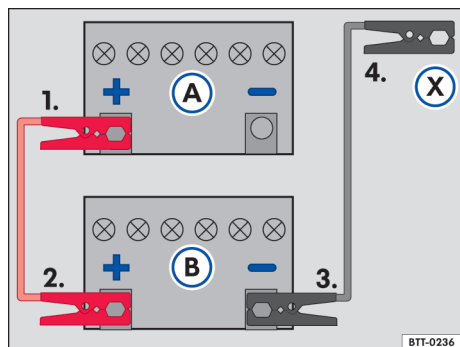

Fig. 177 Esquema para la conexión de los cables auxiliares de arranque: batería del vehículo descargada (A) y batería del vehículo que provee la corriente (B).
Leyenda para → fig. 177:
Conectar el cable de arranque auxiliar solo en la secuencia 1 – 2 – 3 – 4 → fig. 177.
- Conectar una extremidad del cable auxiliar de arranque rojo al polo positivo (+) del vehículo con la batería del vehículo descargada → fig. 177 (A) → ⚠.
- Conectar el otro extremo del cable de arranque auxiliar rojo al polo positivo (+) del vehículo que suministra corriente (B).
- Conectar un extremo del cable de arranque auxiliar negro al polo negativo de la batería del vehículo que suministra la corriente (B).
- Conectar el otro extremo del cable de arranque auxiliar negro (X) al vehículo con la batería descargada en un punto de ayuda al arranque (punto de puesta tierra) o una pieza de metal atornillada firmemente al bloque del motor, sin embargo, no cerca de la batería (A) → ⚠.